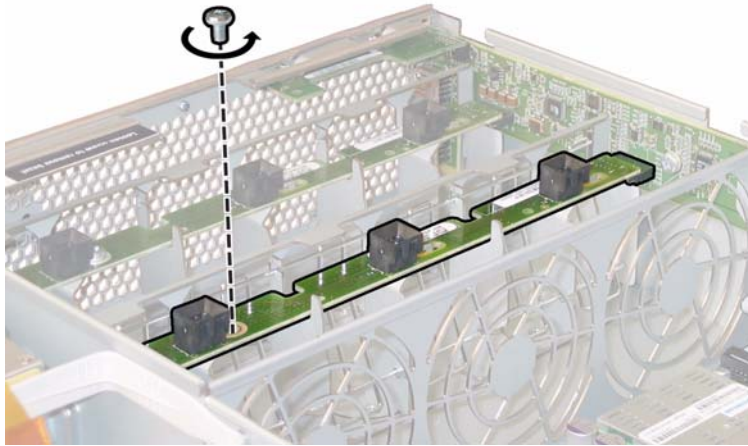

ABBILDUNG 4-19 Lösen der Halteschraube der Lüfteranschlussplatine
- 5. Lösen Sie die einzelne Schraube, mit der die Lüfteranschlussplatine am Gehäuse befestigt ist. Siehe ABBILDUNG 4-19.**